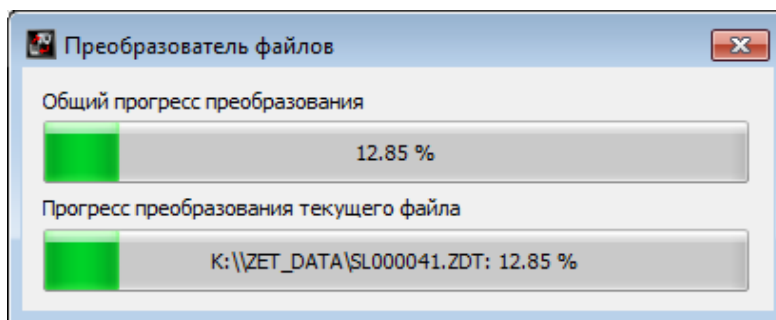

Рис. 4.2 Программа «Преобразователь файлов»
5. Запустится процесс конвертация файлов, состояние которого можно отслеживать в программе «Преобразователь файлов» (Рис. 4.2).